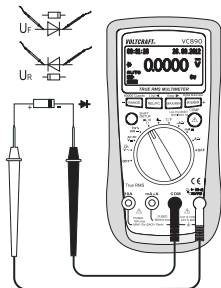

Abb. 6
1. Schalten Sie das DMM ein und wählen den Messbereich „ $\Omega$ “. Drücken Sie die SHIFT/SETUP-Taste (3) bis im Display das Diodentest-Symbol  $\rightarrow$  erscheint.
2. Stecken Sie die rote Messleitung in die  $\text{V}\Omega\text{Hz}$ -Messbuchse (7), die schwarze Messleitung in die COM-Messbuchse (8) (Abb. 6).
5. Im Display wird die Durchlassspannung „UF“ in Volt (V) angezeigt. Ist „OL“ ersichtlich, so wird die Diode in Sperrichtung (UR) gemessen oder die Diode ist defekt (Unterbrechung). Führen Sie zur Kontrolle eine gegenpolige Messung durch.